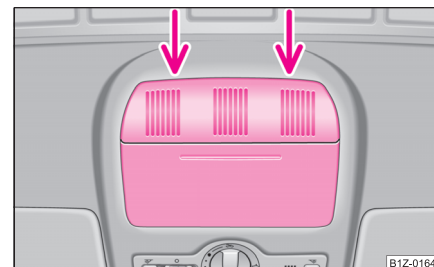

Abb. 31 Ausschnitt aus dem Dachhimmel: Ansatzpunkt des Schraubendrehers
- Setzen Sie einen Schraubendreher mit der flachen Klinge vorsichtig an der hinteren Seite der Abdeckung für den elektrischen Antrieb ⇒ Abb. 31 an.